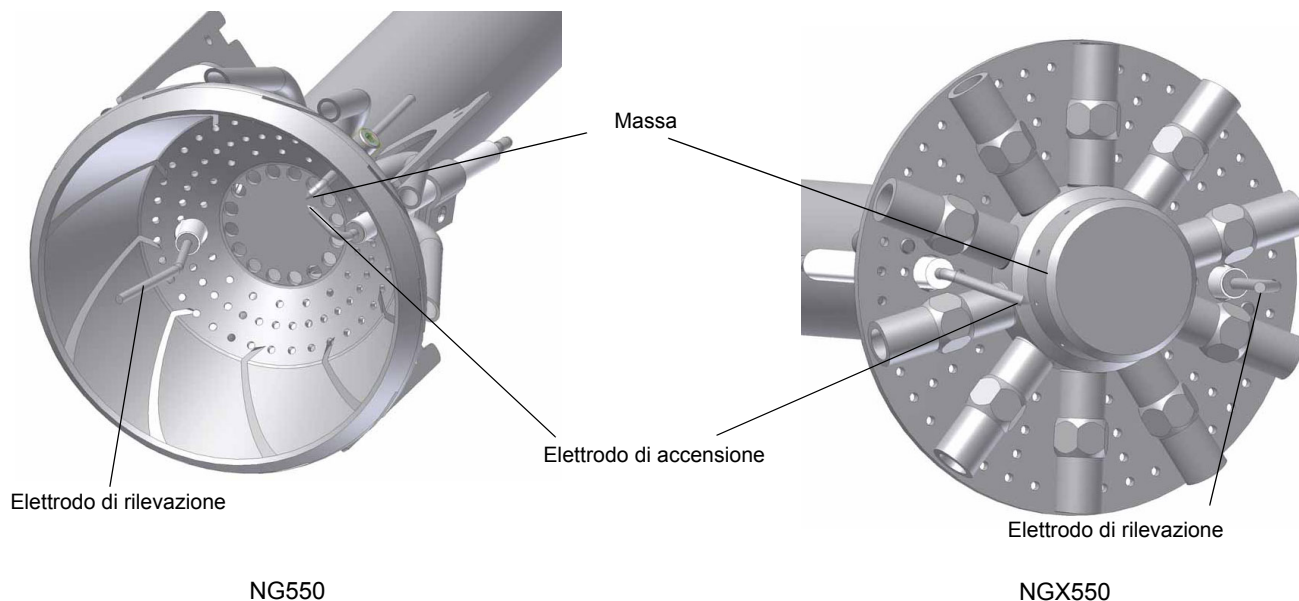
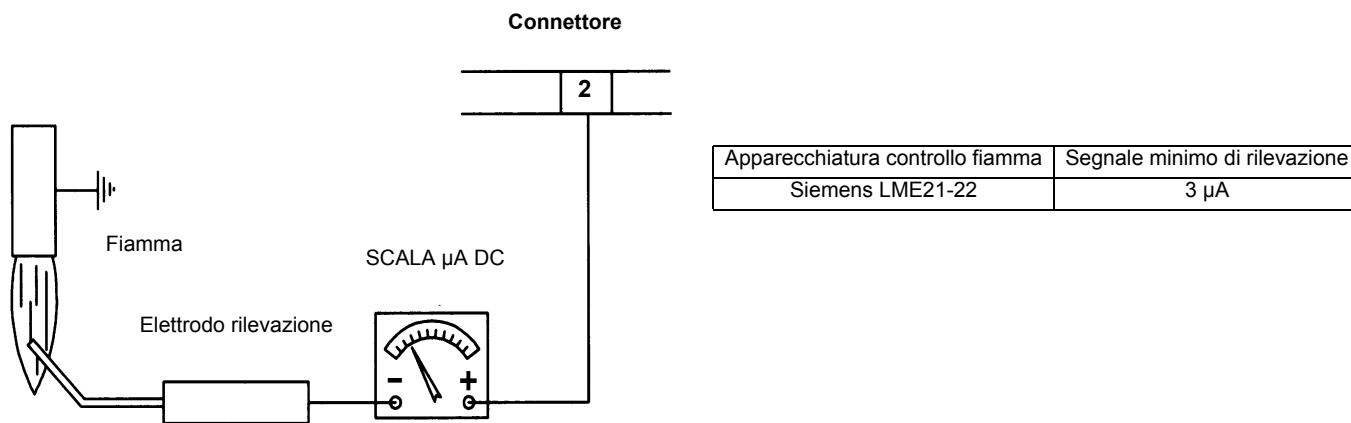

Fig. 50
Fig. 51
- Esame elettrodi di accensione e di rilevazione, pulizia, eventuale registrazione e se necessario sostituzione (vedi Fig. 50). In caso di dubbio verificare il circuito di rilevazione, dopo aver rimesso in funzione il bruciatore, seguendo lo schema in Fig. 51.
ATTENZIONE: per non compromettere il funzionamento del bruciatore, evitare il contatto degli elettrodi di accensione e rilevazione con parti metalliche (testa, boccaglio, ecc). Controllare la posizione degli elettrodi dopo ogni intervento di manutenzione sulla testa di combustione. Controllare che la distanza tra l'elettrodo di accensione e la massa sia di **4÷5 mm**. (vedi Fig. 50).
Nel caso in cui il bruciatore vada in blocco, eseguire i seguenti controlli. Per misurare il segnale di rilevazione seguire lo schema in Fig. 51. Se il segnale è inferiore al valore indicato, verificare la posizione dell'elettrodo di rilevazione, i contatti elettrici ed eventualmente sostituire l'elettrodo di rilevazione.